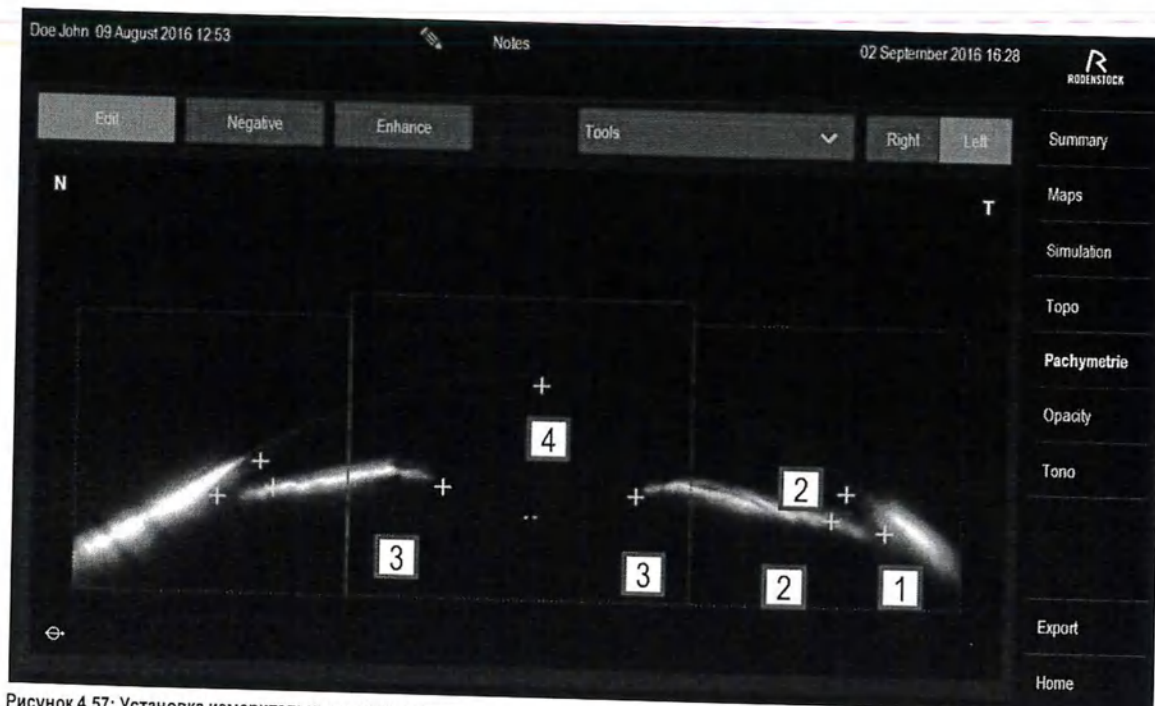

Рисунок 4.57: Установка измерительных точек пахиметрии
Выберите кнопку "Пахиметрия" для перехода к виду роговицы в профиль (см. Рисунок 4.57). Здесь отображается пересечение роговицы, центральная толщина роговицы, глубина передней камеры глаза и угол передней камеры, а также другие характеристики.
Выбрав кнопку "Редактировать" (6), Вы можете редактировать результаты измерений и, например, позиционировать точки измерения. Вы можете увеличить любую секцию нажатием на одну из трех секций на изображении. Воспользовавшись кнопкой "Негатив" (7) можно отобразить роговичную диаграмму в перевернутом отображении. Кнопка "Усилить" (8) улучшает контур роговицы. Для измерения угла передней камеры установите крест в назальной/височной части на передней камере (1), другой крест на задней части роговицы и последний крест на радужной оболочке (2), как на рис. 4.57. Для измерения глубины передней камеры оба креста в среднем сечении должны быть установлены на границе радужной оболочки (3). Третий крест должен располагаться на передней поверхности роговицы (4).